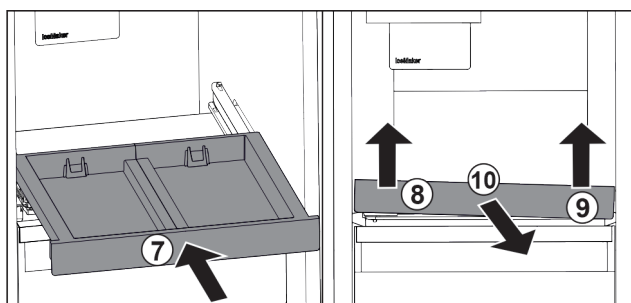

Fig. 86
- ▶ Zasuňte vyťahovaciu poličku. Fig. 86 (7)
- ▶ Nadvihnite vyťahovaciu poličku vpredu vľavo. Fig. 86 (8)
- ▶ Nadvihnite vyťahovaciu poličku vpredu vpravo. Fig. 86 (9)
- ▶ Odoberte vyťahovaciu poličku dopredu. Fig. 86 (10)